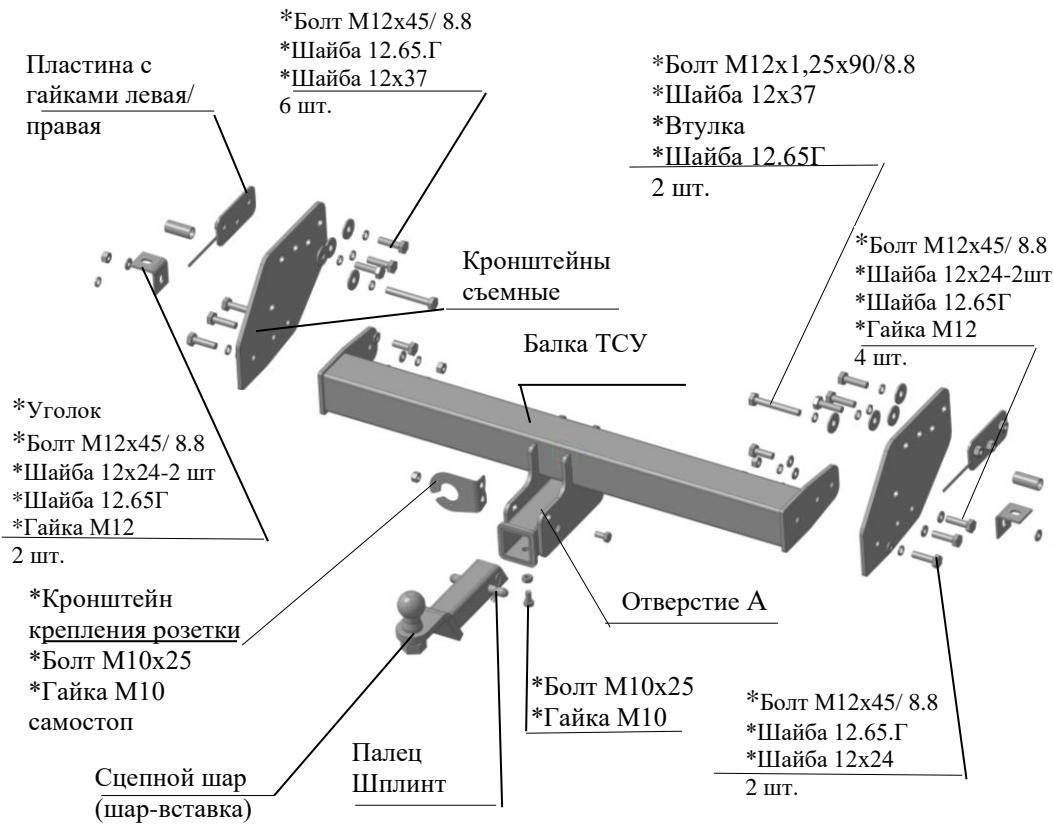

Рис.1 Тягово-сцепное устройство ТСУ 8031.
2.1 ТСУ 8031 в сборе (рис.1) 1 шт.
2.2 Пакет с комплектующими (см. рис.1)+защитный колпак 1+1 шт.
4.2 Установить левый съемный кронштейн на левую внутреннюю стенку рамы автомобиля, вставив в раму пластину с гайками, закрепив крепежом соответственно рис.1, и болтом M12x1,25x90, используя крепеж соответственно рис.1 и гайки штатные. Крепеж не затягивать.
4.3 Установить уголок к нижней поверхности рамы (используя штатный крепеж) и закрепить к левому съемному кронштейну крепежом соответственно рис.1. Крепеж не затягивать.
4.5 Установить балку ТСУ к съемным кронштейнам, используя крепеж соответственно рис.1.